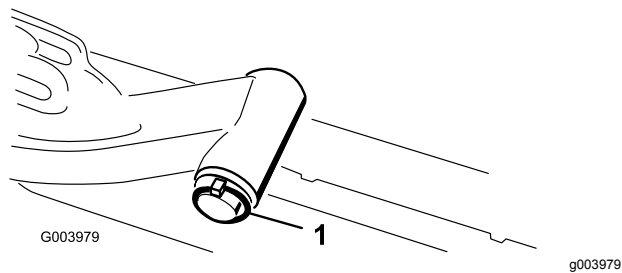

図 12
A. 昇降アームピボットのシャフトを昇降アームに固定しているリンチピンとワッシャを外し、昇降アームからピボットのシャフトを抜き出す 図 12。
C. 昇降アームのシャフトを昇降アームに通して、ワッシャとリンチピンで固定する 図 12。